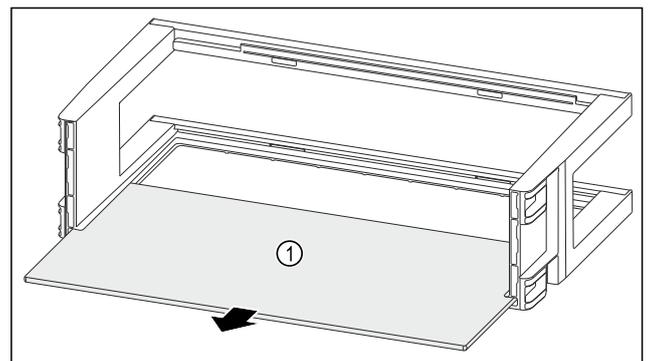

Fig. 114
- ▶ Abstellfläche Fig. 114 (1) entnehmen.